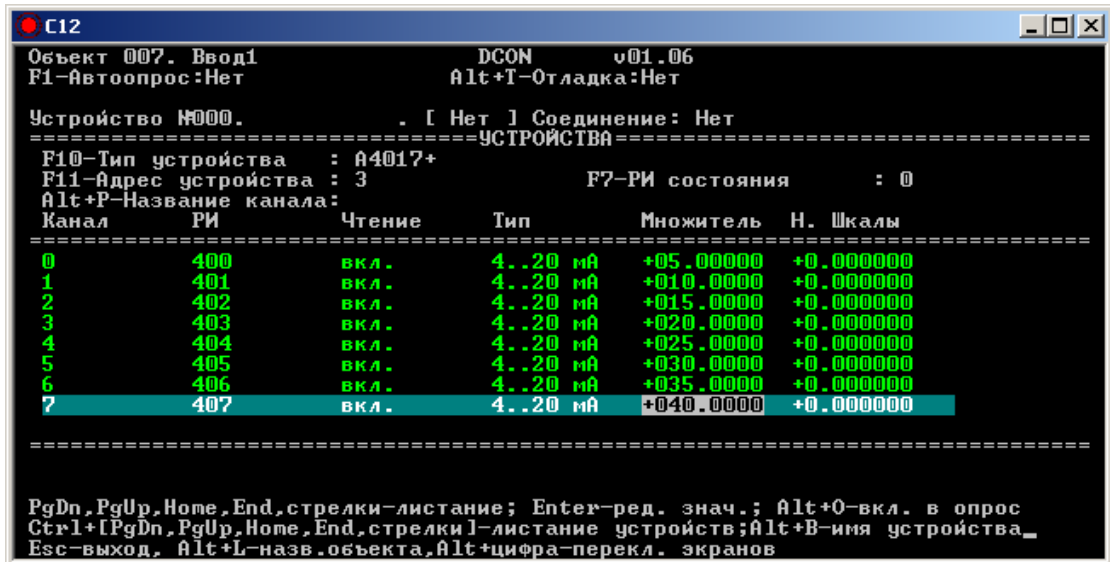

Рис. 5.4. Настройка экрана «Устройства» для типа устройства A4017+
6. Пример настройки устройства ADAM-4017+ показан на рис. 5.4.;